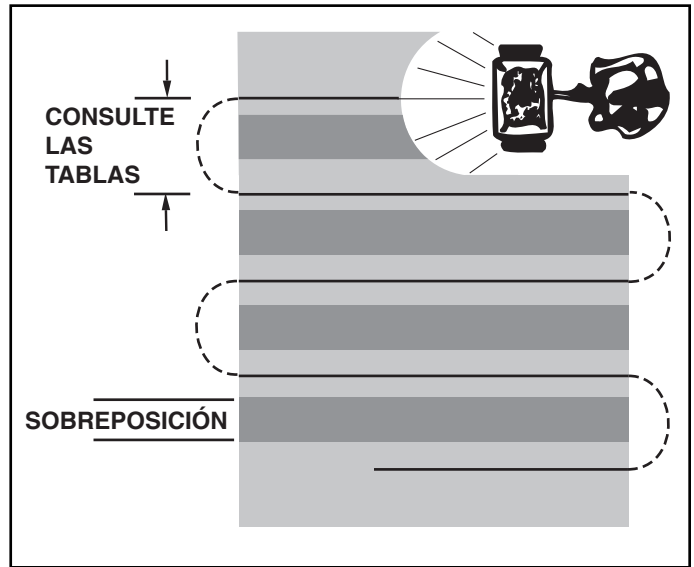

FIGURA 12
8. Para asegurar una cobertura uniforme, haga cada pase de manera que el patrón de voleo se sobreponga livianamente al patrón del pase previo como se muestra en la figura 12. El ancho de voleo aproximado para diferentes materiales se muestra en la tabla de aplicación de esta página.